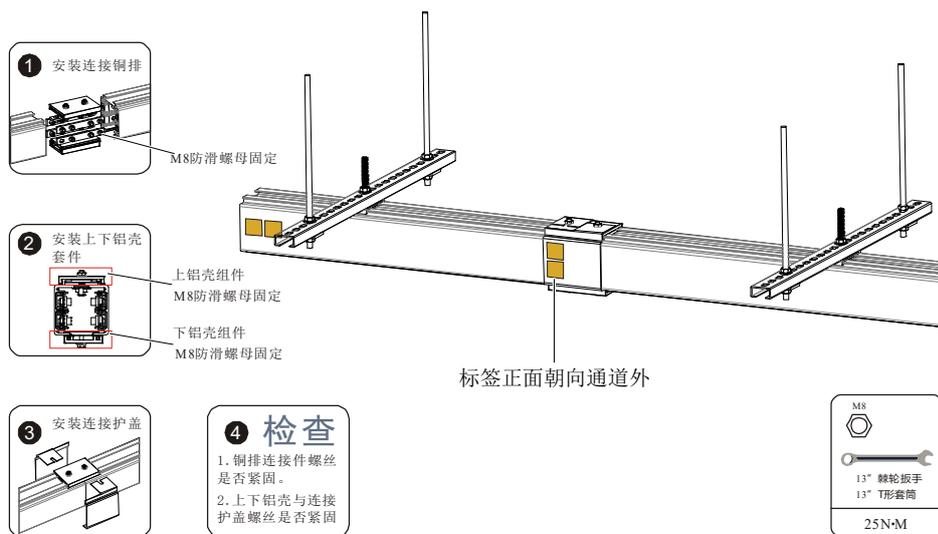

图2-10 连接组件 MBS-J 安装示意图
1. 注意连接件上标签方向, 标签正面朝向通道外, 与母线槽保持一致, 如图 2-10 所示。